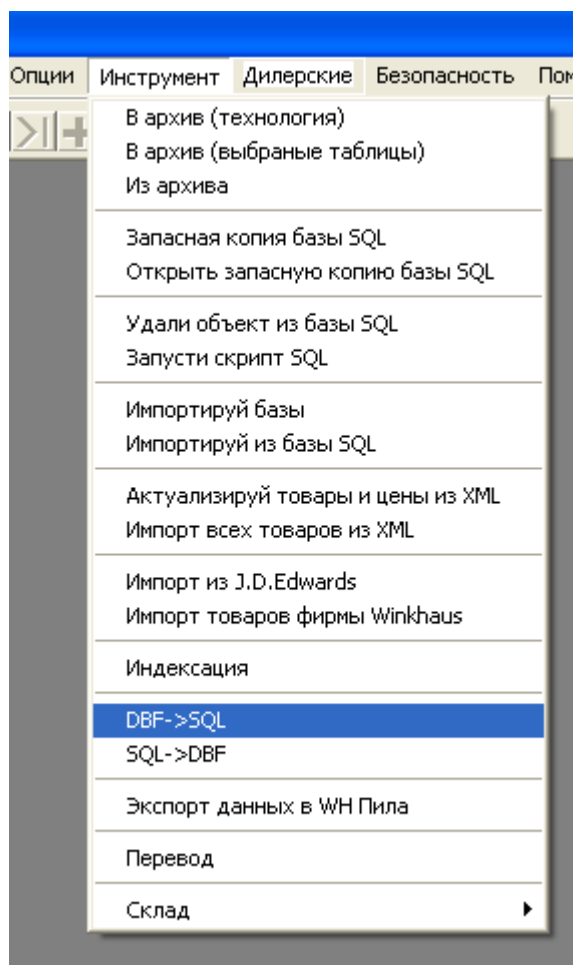

Рисунок 42 Конверсия файлов из DBF в SQL
- **DBF -> SQL (рис. 42)** – конверсия файлов DBF в базу SQL – не рекомендуется!